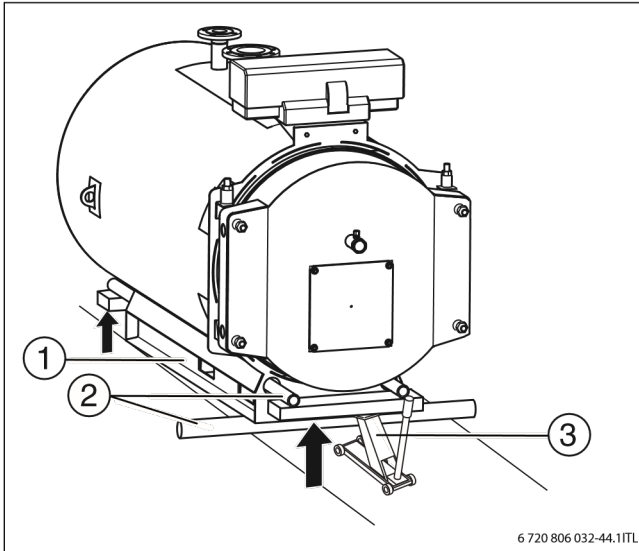

Рисунок 8 Перемещение котла перекачиванием на трубах
- ▶ Уложите трубы (→Рисунок 8, [2]).